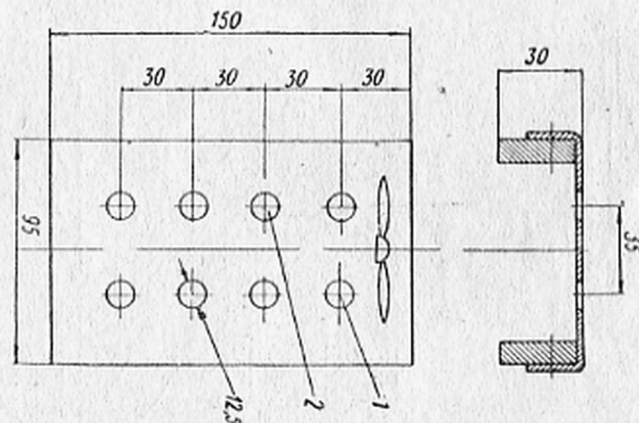

Рис. 31. Подставка для укладки свечей зажигания PALL22.62.
4. Уложить свечи на подставку в ячейки по номерам цилиндров, на время периодического обслуживания (рис. 31).